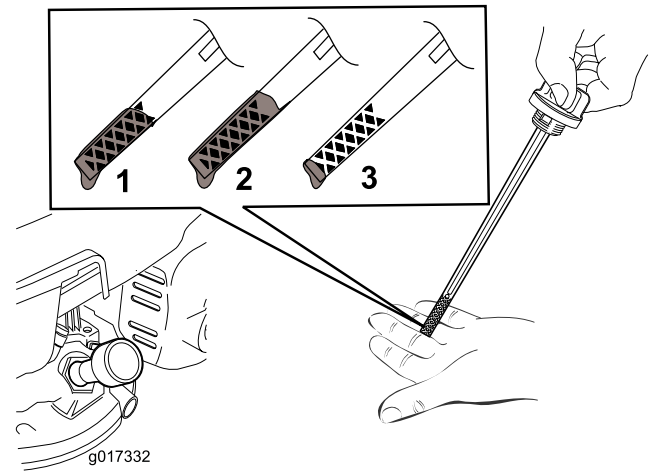

Bild 6
2. Ziehen Sie den Peilstab (Bild 6) heraus.
Hinweis: Füllen Sie das Motorkurbelgehäuse mit Öl, bis der Peilstab angibt, dass der Ölstand richtig ist, wie in Bild 6 dargestellt. Wenn Sie zu viel Öl in den Motor füllen, lassen Sie etwas Öl ab, wie in Wechsels des Motoröls (Seite 16) angegeben.